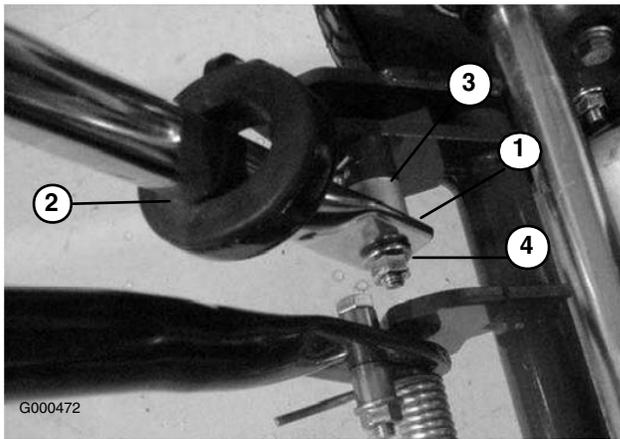

Figura 5
2. Introduza as extremidades do manípulo nas ranhuras existentes nos braços de suporte do manípulo (Figura 5).
3. Faça força para dentro nas extremidades do manípulo e instale-as nos pinos de montagem (Figura 5).
4. Fixe o manípulo ao parafuso e mova o pino com a porca flangeada de bloqueio (Figura 5).